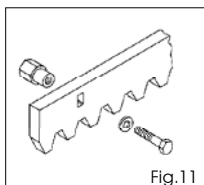

Fig. 11
5.4.1. Crémaillère à souder en acier (Fig. 11)